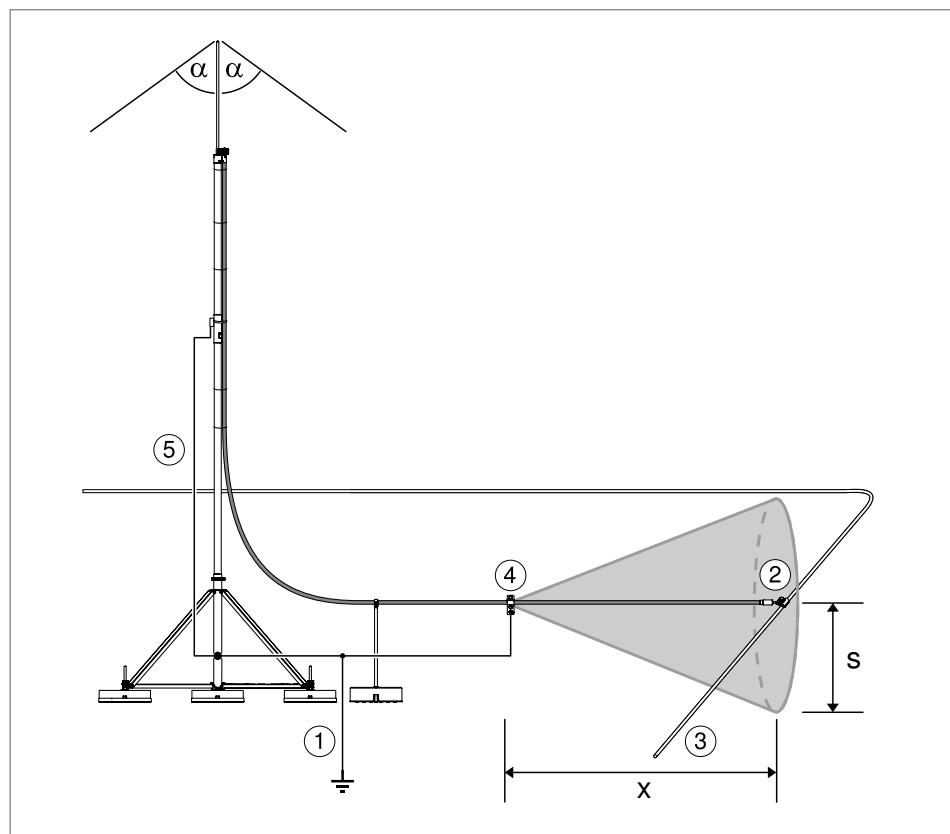

Abb. 52: Mindestabstand (x) zwischen Anschluselement und Potentialausgleich
Die schwarze, schwach leitfähige Schicht der isCon®-Ableitung muss in den Schutzzpotentialausgleich des zu schützenden Objektes (siehe Abb. 52 Nr. ①) eingebunden werden. Dabei ist wichtig, dass zwischen dem Anschlusselement der isCon®-Ableitung ② an der blitzstromführenden Leitung ③ und der davor liegenden Potentialanschlussklemme ④ ein bestimmter Mindestabstand (x) eingehalten wird, um eine Gleitentladung entlang der hochspannungsfesten isCon®-Ableitung zu verhindern.
Der Mindestabstand (x) ergibt sich aus dem berechneten Trennungsabstand (siehe „6.2 Trennungsabstand berechnen, prüfen und einhalten“ auf Seite 26). Verwenden Sie die **Formel $x = s * 2$** , um den minimal erforderlichen Abstand (x) zu berechnen (siehe auch Abb. 52).